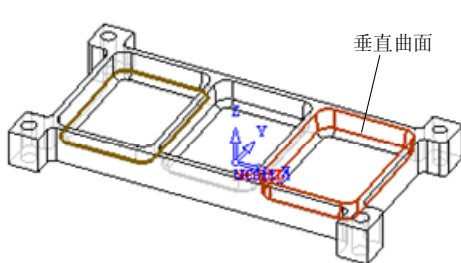

图 5-111 选择垂直曲面 (3)
- 在“几何”框中单击“垂直曲面”按钮, 选择如图 5-111 所示的曲面为垂直曲面, 然后单击鼠标中键确定, 返回“侧刃铣控制面板”对话框。